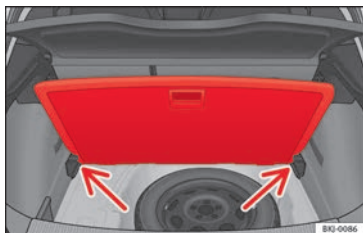

Fig. 164 Plancher de coffre à bagages modulable : position inclinée.
- Relevez le plancher modulable à l'aide de la poignée ①, tirez-le et poussez-le jusqu'au dossier de la banquette arrière jusqu'à ce que qu'il se plie au niveau de la charnière et que sa partie mobile repose contre le dossier.
- Appuyez le plancher contre les logements prévus à cet effet » **fig. 164** (flèches).